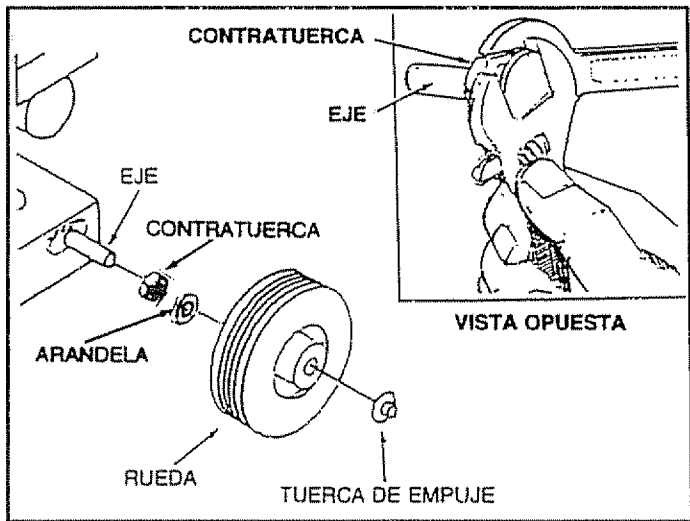

FIG. 1
- Levante ligeramente el extremo del motor de la unidad principal. Esto le permitirá deslizar cada eje de rueda en los orificios proporcionados en la parte lateral de la base (Fig. 1)